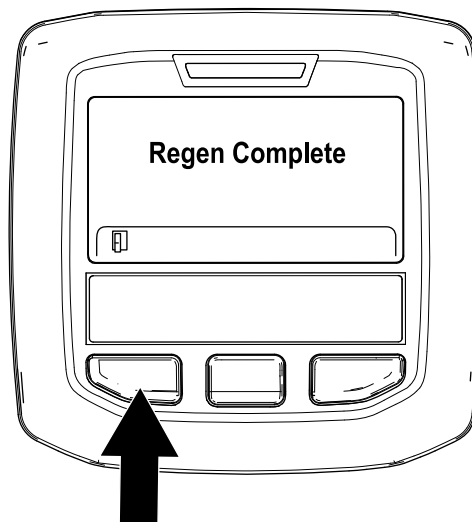

Figure 39
9. La régénération en stationnement est terminée quand le message « Regen Complete » (régén. terminée) s'affiche dans l'InfoCenter. Appuyez sur le bouton gauche pour quitter l'écran d'accueil (Figure 39).